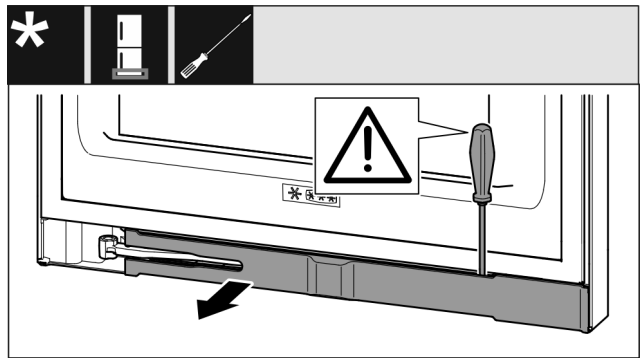

Fig. 11
- ▶ Blende mit Schlitzschraubendreher ausrasten und zur Seite schwenken *Fig. 11 (1)*.